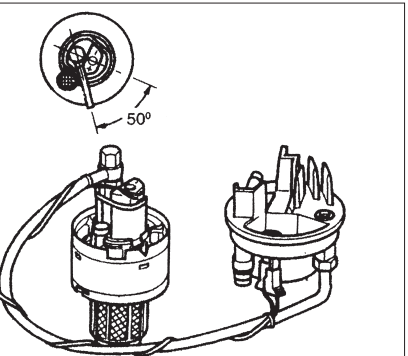

Abb. 7/ Fig. 7/ Puc. 7/图7
- **Audi five-cylinder engine code ADU** as shown in Fig. 7.
- **Audi 5 cylindres code moteur ADU**, selon fig. 7.
- Audi 5-цил. с кодом двигателя ADU,** как показано на рис. 7.